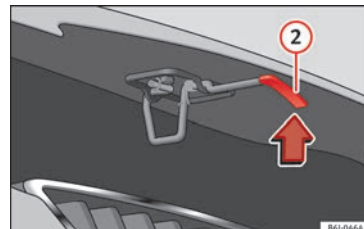

Fig. 6 Leva bajo el capó.
- Levantar el capó: haga presión hacia arriba sobre el saliente situado debajo del capó » **fig. 6** ②. El gancho de sujeción queda desbloqueado.